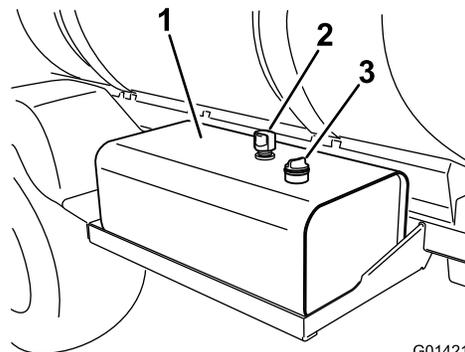

Figure 90
2. Nettoyez la surface autour du bouchon-jauge du réservoir de liquide hydraulique et enlevez-le (Figure 90).